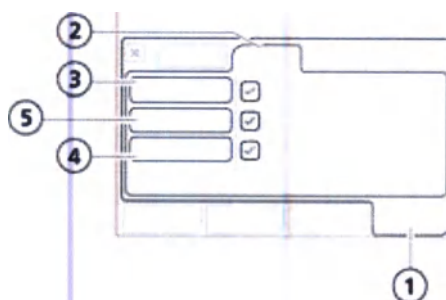

Рисунок 4-2. Окно «Тесты и калибр»
2. Активируйте параметр «Герметич-ть» в окне «Тесты и калибр» (рис. 4-2).
2. Активируйте параметр «Датч. Потока» в окне «Тесты и калибр» (рис. 4-2).